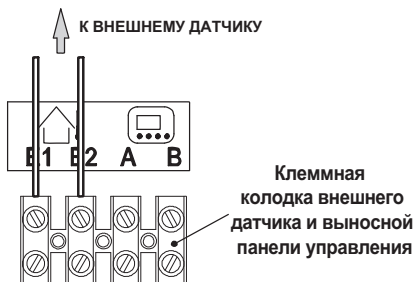

Рисунок 5.22
- Вставьте в зажимы E1 и E2 клеммной колодки два провода (см. Рисунок 5.22).